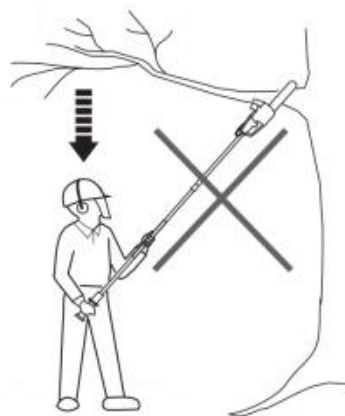

Fig. 51
4. Non sostare mai direttamente sotto il ramo da segare. Gli oggetti potrebbero cadere diverso dal previsto. Posizionatevi sempre fuori dal percorso in cui si può cadere zoppicando (Fig. 51).